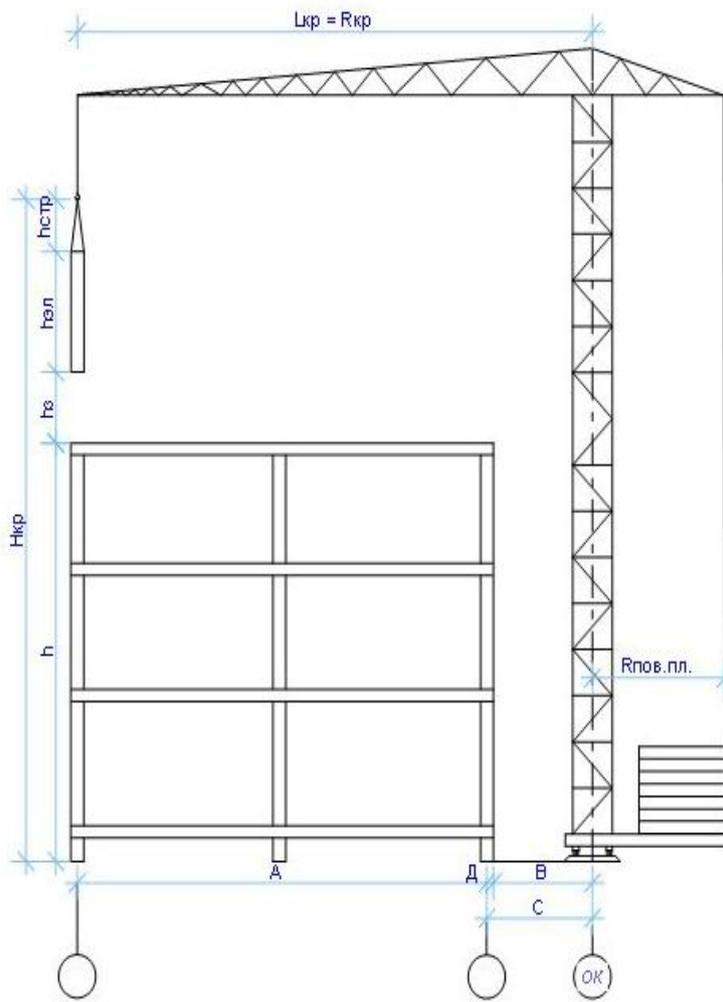

Рис. 1- Поперечная привязка крана
1. Вычертить в масштабе контуры здания в поперечном разрезе высотой минус один этаж. Учесть отметку поверхности земли равную «минус» 0. 600 (рис.1);